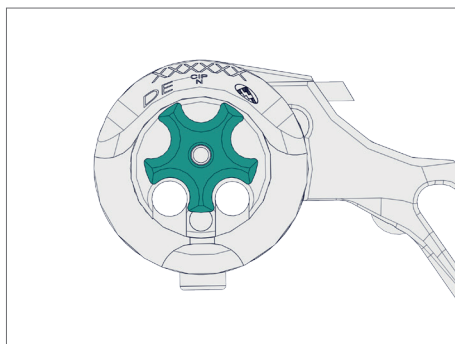

Abb. 16
- Sternschraube zurück drehen, bis die Bohrungen für die Verschlussführung frei sind (Abb. 16).